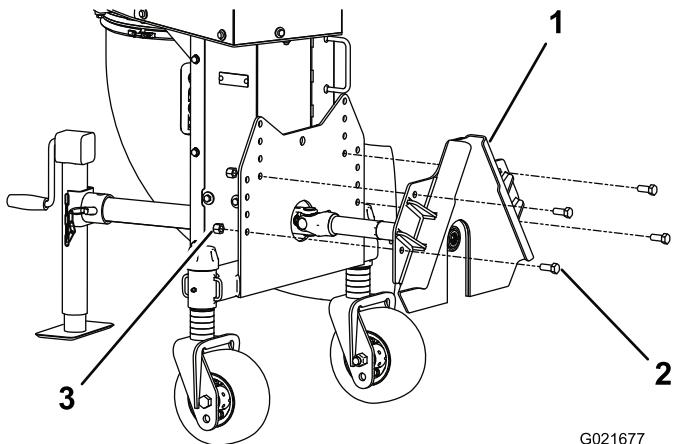

Figura 11
- Instale la placa de montaje en el bastidor del soplador de residuos con 4 pernos de 1/2 x 1-1/4 pulgadas y 4 contratuerca de 1/2 pulgada (Figura 11). Utilice el juego de taladros inferior de cada lado de la placa de montaje para la instalación. Apriete los pernos a 92–113 Nm.